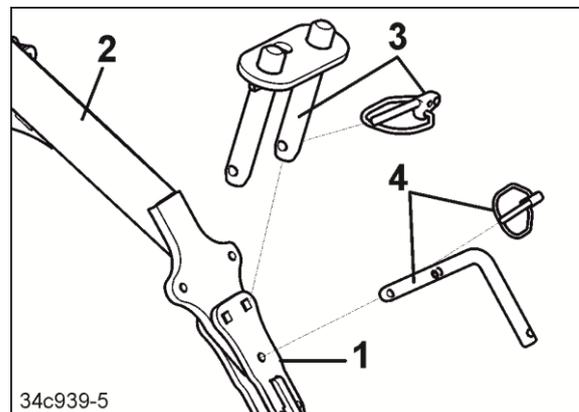

Fig. 324
Während der Arbeit ist die Spurscheibe (Fig. 324/1) am Ausleger (Fig. 324/2) befestigt mit
- dem Doppelbolzen (Fig. 324/3)
- dem Einfachbolzen (Fig. 324/4).